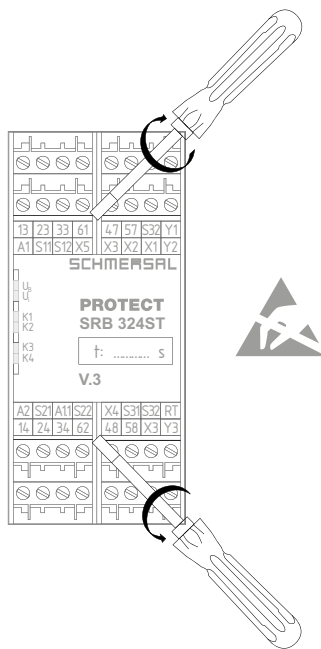

Fig. 2
Ouverture de la face avant (voir Fig. 2)
- Le bouton S1 se trouve sous la face avant du module de sécurité (voir Fig. 2 et 3).